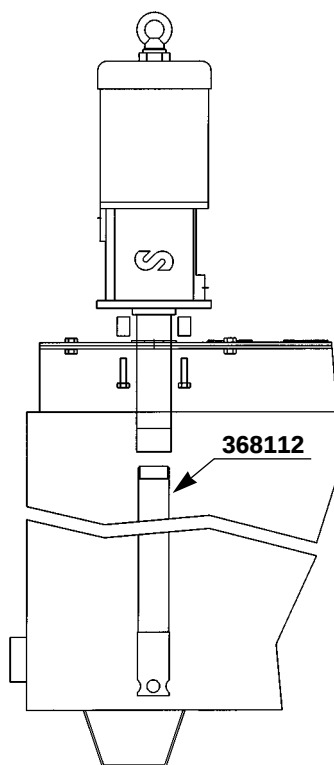

Fig. 3
- b.** Tank mounting. Screw the suction tube (368112) into the foot valve. Insert the pump through the flange of the tank cover. Secure the pump to the flange (see figure 3).
- b.** Fixation sur citerne. Serrer le tube prolongateur (368112) à la pompe. Introduire le tube à l'intérieur de la bride du couvercle de la citerne. Visser la pompe à la bride (voir figure3).